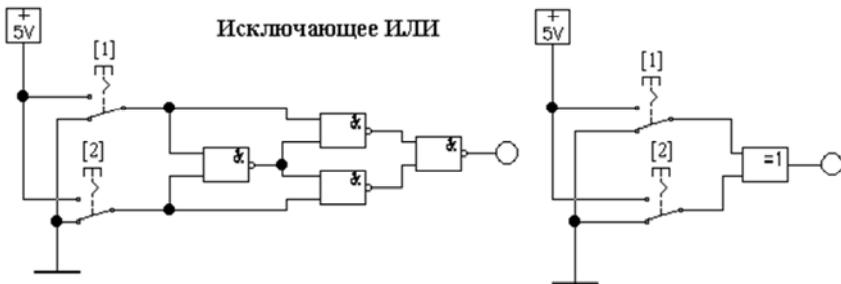

Рис. 12.7. Реализация функции «Исключающее ИЛИ» (файл **kls_xor.ewb**)
6. Исследовать КЛС «Исключающее ИЛИ» (файл **kls_xor.ewb**, рис. 12.7). С помощью ключей (управляются клавишами «1», «2») подать на вход схем различные комбинации входных переменных. Проверить выполнение таблицы истинности, приведенной в окне *Description*.